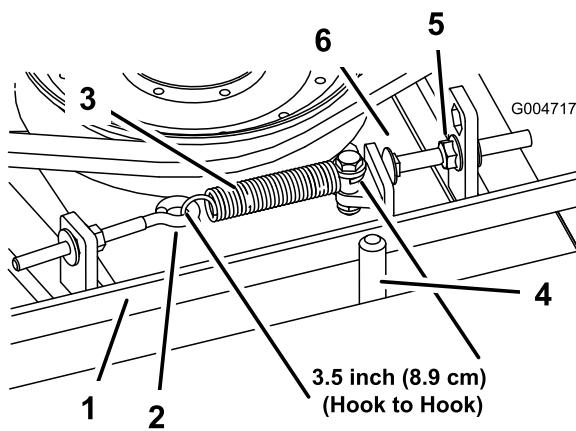

Bild 99
Bei richtiger Spannung sollte die Messung innen an der Verlängerungsfeder (Haken zu Haken) ungefähr  $8,3 \text{ cm} \pm 9,5 \text{ cm}$  betragen. Wenn die Federspannung richtig ist, stellen Sie die Anschlagschraube (Schlossschraube) ein, bis der Abstand zwischen dem Schraubekopf und dem Spannarm ungefähr 2-55 mm beträgt (Bild 99).
**Hinweis:** Achten Sie darauf, dass der Riemen auf der Federseite der Riemenumleitung positioniert ist (Bild 99).
2. Lösen Sie den Augenbolzen, um die Verlängerungsfeder abzunehmen (Bild 99).
3. Lösen Sie die Bundmutter, mit der die Anschlagschraube an der Befestigungsnase befestigt ist, und schieben Sie die Spannscheibe vom Riemen weg, um die Riemenspannung zu lösen (Bild 99).
**Hinweis:** Achten Sie darauf, dass der Riemen auf der Federseite der Riemenführung positioniert ist (Bild 99).
9. Setzen Sie die Verlängerungsfeder (Bild 99) wieder in den Augenbolzen ein und spannen Sie den Riemen wie folgt: